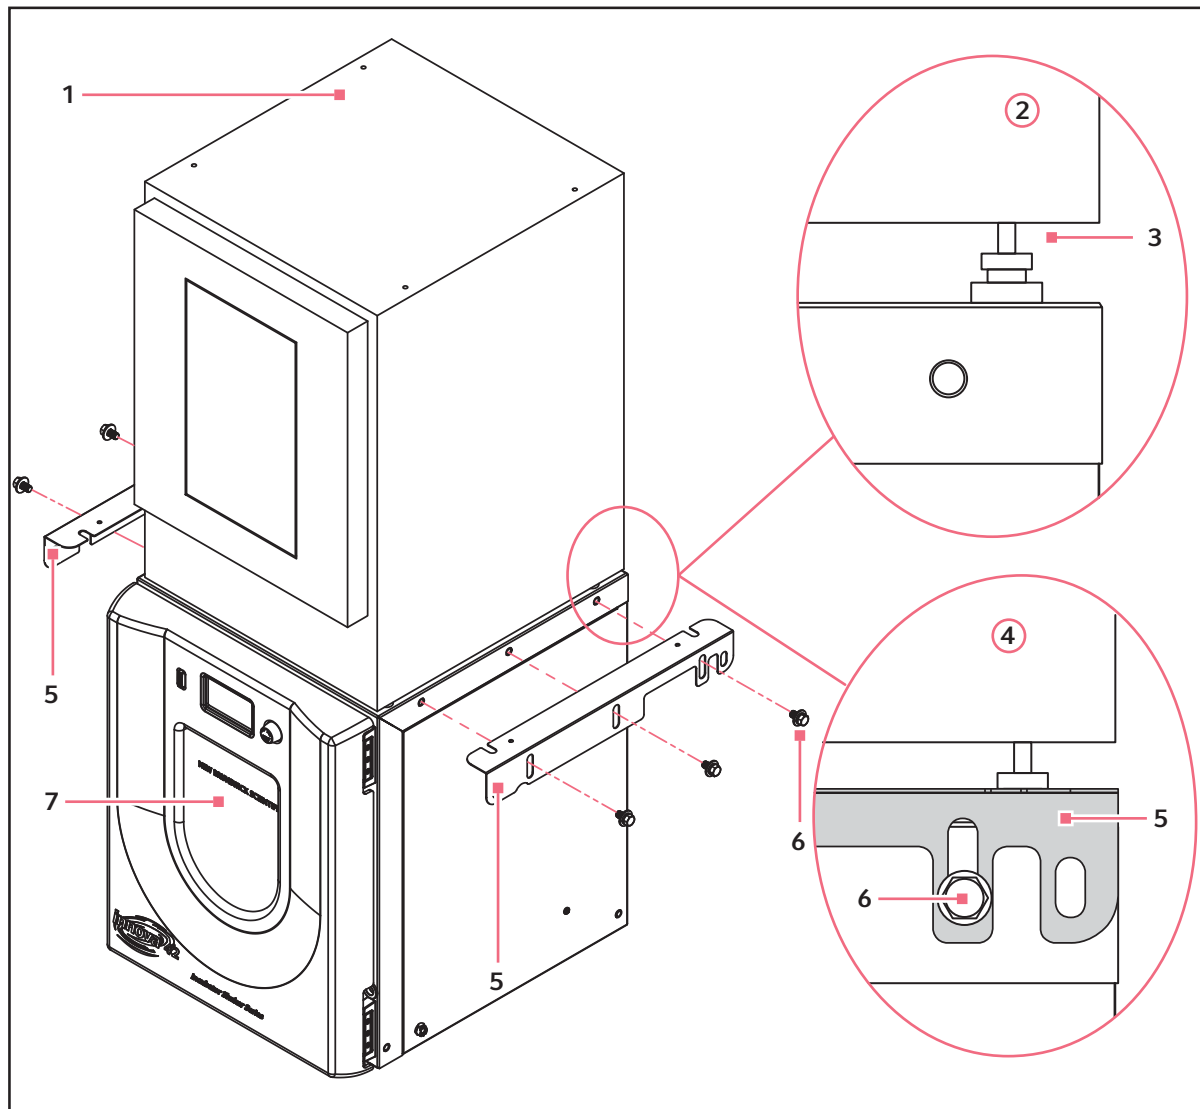

Fig. 4-10: Empiler un Innova 4200/4230 sur un Innova 42/42R
3. À l'aide d'un dispositif de levage, placez et centrez l'Innova 4200/4230 sur l'Innova 42/42R, tous les deux étant orientés dans la même direction, comme montré ci-dessous (voir Fig. 4-10 à la page 42).